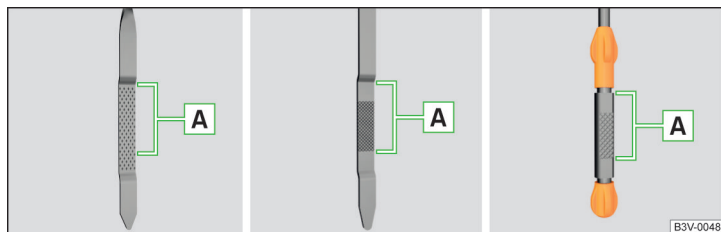

Fig. 199 Prezentarea în principiu: Joja de ulei
Joja de ulei » fig. 199
- Nivelul uleiului nu trebuie să fie în niciun caz sub sau deasupra domeniului **A** » fig. 199 - există pericol de deteriorare motorului, precum și a instalației de evacuare a gazelor arse.